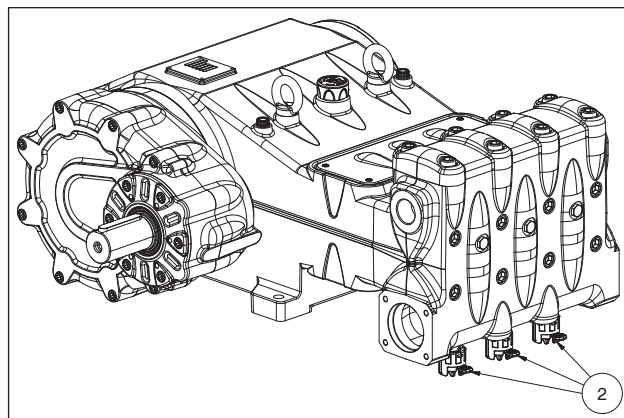
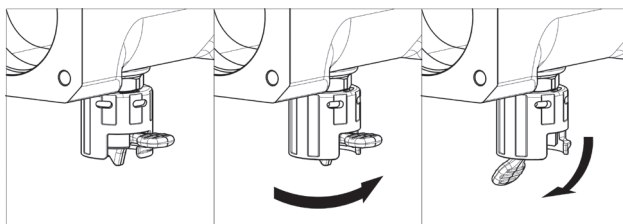

Fig. 9
Fig. 10
**En caso de almacenamiento prolongado o inactividad durante un largo periodo, controlar el buen funcionamiento de las válvulas de aspiración abriendo los tres dispositivos alza válvulas (ver pos. ② Fig. 9). Comprobar que las válvulas estén cerradas antes de poner en marcha la bomba. Ver las posiciones de "trabajo" y de "reposo" en la Fig. 10.**